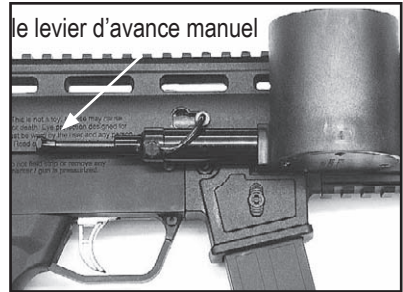

Figure 4: Le levier d'avance manuel
- Assurez-vous que le boîtier du système d'alimentation Cyclone est propre et exempt de débris. Assurez-vous que les bras du Cyclone tournent librement lorsque le levier d'avance manuel est enfoncé (voir figure 4).